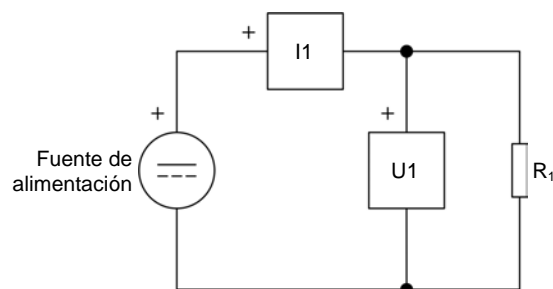

Figura 15. Circuito cc resistivo simple.
6. Conecte el equipo como se muestra en la figura 15. A fin de implementar el resistor R_1 , conecte en paralelo las tres secciones de resistores del módulo **Carga resistiva**.
Los terminales rojos de las entradas **U1** e **I1** de la **Interfaz de adquisición de datos y de control** corresponden a los terminales identificados con un signo (+) en la figura 15.
En este momento, la ventana Aparatos de medición está lista para la medición de parámetros en el circuito eléctrico de la figura 15.
En el módulo Carga resistiva, ajuste la resistencia del resistor R_1 al valor que aparece en la figura 15. Mientras lo hace, observe que no cambian los valores que muestran los medidores $U1$, $I1$ y $PQS1$, por lo que no es posible observar el cambio en la resistencia del resistor R_1 . Ello se debe a que los valores que muestran los medidores no se actualizan a intervalos regulares cuando se ha seleccionado el modo Regeneración simple.